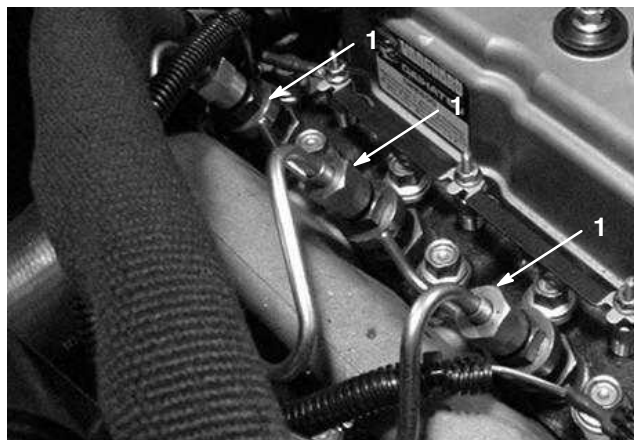

Figure 52
1. Desserrez le raccord entre l'injecteur N° 1 et le porte-injecteurs (Fig. 52).